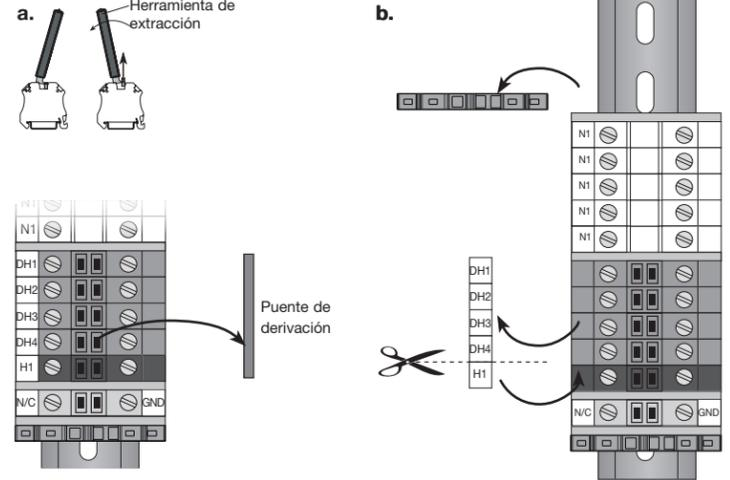

Figura 2
**3. Instale el kit de terminales.** Los componentes suministrados con el PDT-T-DV-MF se muestran en la Figura 2. Para instalar correctamente el kit, primero retire el puente de derivación preinstalado de los bloques de terminales rojo y negro utilizando la herramienta de remoción suministrada con el panel (Figura 3a). Retire el tope superior y las etiquetas de los bloques de terminales de la línea atenuada/vivo (rojos). Será necesario separar la etiqueta de línea/vivo de la tira y reemplazarla (Figura 3b). Mueva los bloques de terminales del neutro (blancos) y separe los bloques de terminales de la línea atenuada/vivo (Figura 3c). Instale el kit de terminales suministrado tal como se muestra en la Figura 4. Asegúrese de que la barrera del puente de derivación ubicado en el centro del bloque de terminales esté orientada hacia la parte inferior del panel.
**3. Instale o kit de terminais.** Os componentes fornecidos com o PDT-T-DV-MF estão exibidos na Figura 2. Para instalar o kit de forma adequada, primeiramente, retire o barramento de derivação pré-instalado dos blocos terminais vermelho e preto, usando a ferramenta fornecida com o painel (Figura 3a). Retire a tampa limitadora superior e as etiquetas dos blocos terminais linha/quente (vermelho) dimerizados. A etiqueta linha/quente precisará ser rompida do cabo e substituída (Figura 3b). Movimente os blocos terminais neutros (brancos) e separe os de linha/quente dimerizados (Figura 3c). Instale o kit conforme exibido na Figura 4. Verifique se o barramento de derivação do centro do bloco terminal está voltado para a parte inferior do painel.